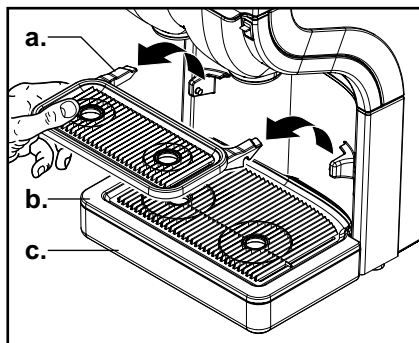

Fig. 32
2. Prelevare il portatazze (a.), la grata di sgocciolamento (b.) e la vaschetta di sgocciolamento (c.) (Fig. 32)